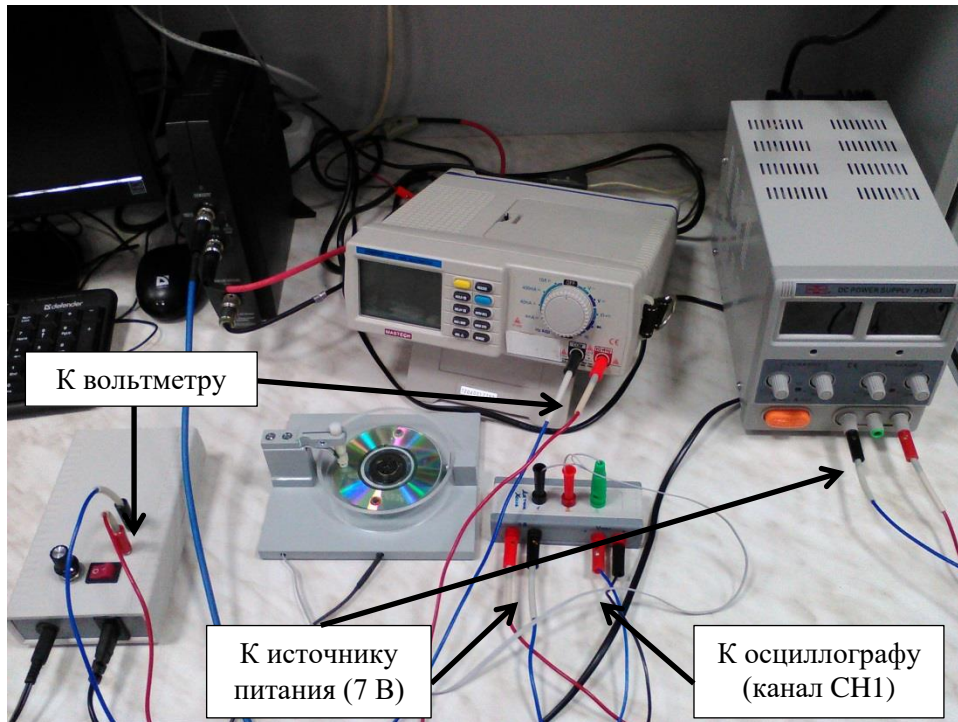

Рис. 16. Схема подключения устройств при измерении угловой скорости вала электромотора.
1. Соберите экспериментальную установку в соответствии с рис.16.